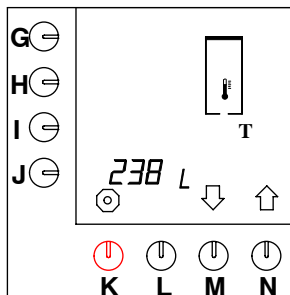

Fig. 50 Contatore totale dell'impianto dell'acqua calda
- Premere il tasto di selezione (N.)↑ fino a che sullo schermo viene visualizzato quanto illustrato nella fig. 50 .